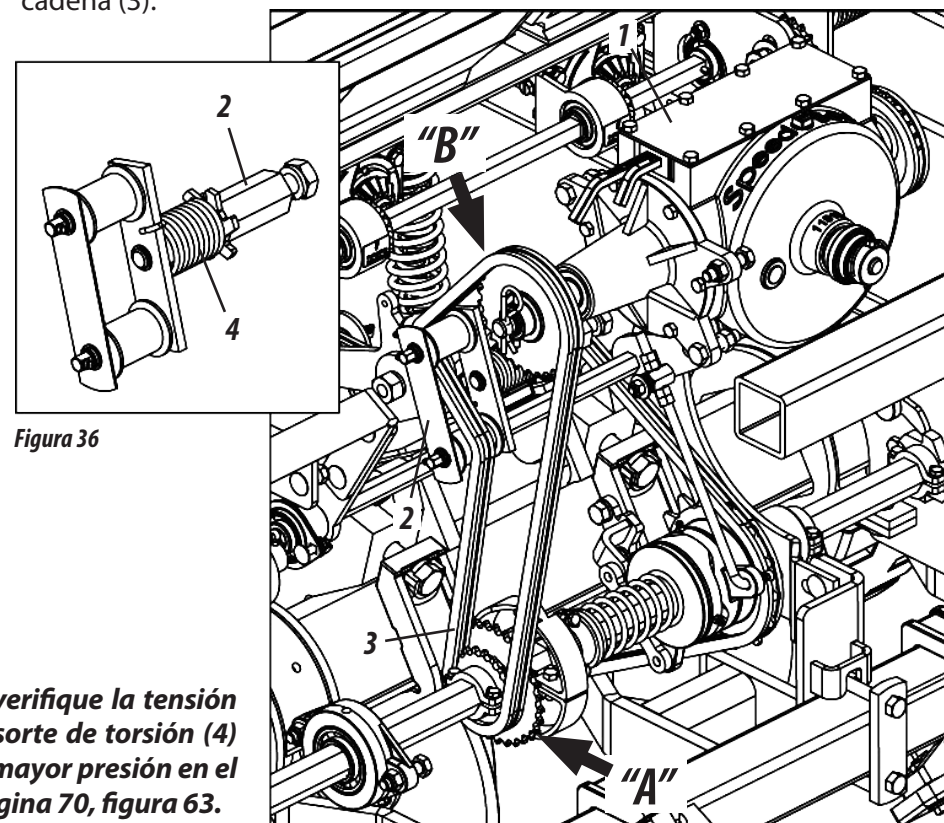

Figura 36
REGULADO PARA DISTRIBUCIÓN DE ABONO (FIGURA 36)
El regulado de la semilla es hecho a través de la *Speed Box* (1). Para obtener más regulados efectúe la inversión de la cadena en el engranaje motor "**A**" y movido "**B**", conforme muestra la figura 36. Para hacer la inversión de la cadena en los engranajes, proceda de la siguiente forma:
- 1- Primero, gire el estirador (2), retirando la tensión de la cadena (3).
- 2- Después haga la inversión de la cadena (3) conforme la necesidad de trabajo.
- 3- Luego, suelte el estirador (2) liberando el mismo, retornando la tensión a la cadena (3).